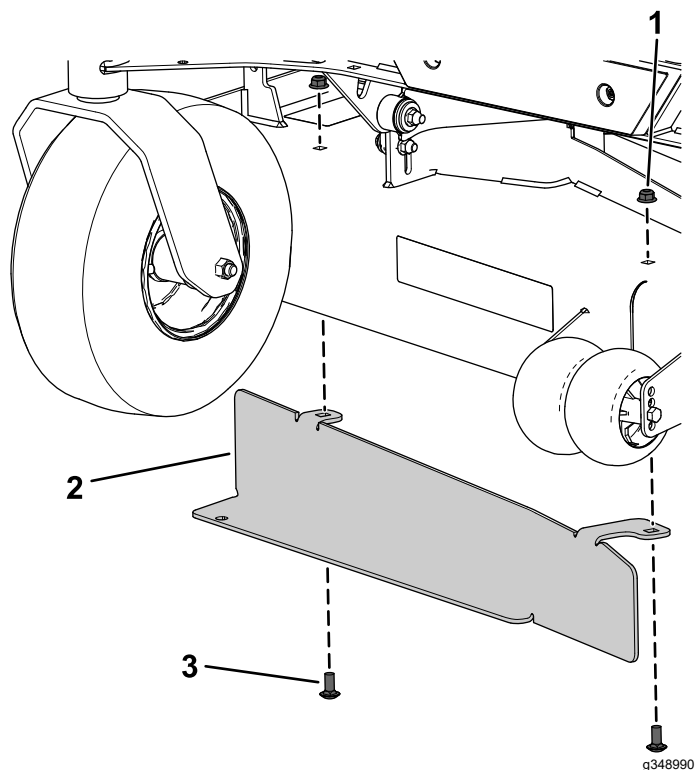
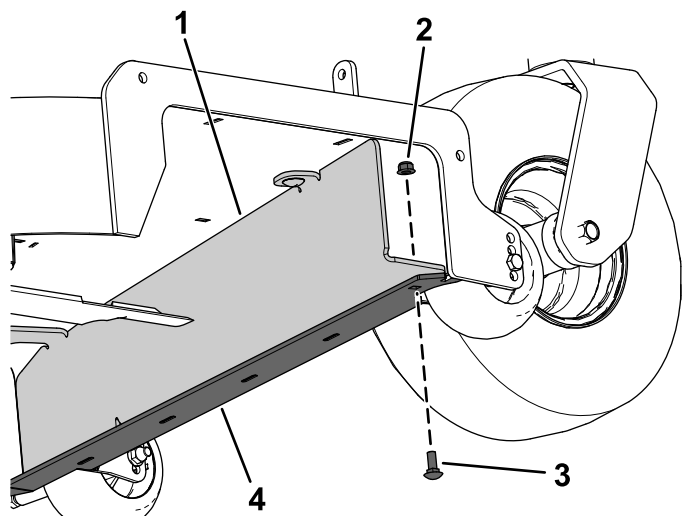

Figura 4
Figura 5
3. Instale o abafador do depósito de recolha na plataforma do cortador e amortecedor da plataforma utilizando dois parafusos de carroçaria ($\frac{3}{8}$ pol. x $\frac{7}{8}$ pol.), duas porcas de bloqueio ($\frac{3}{8}$ pol.), um parafuso de carroçaria ($\frac{5}{16}$ pol. x $\frac{7}{8}$ pol.) e uma porca de bloqueio ($\frac{5}{16}$ pol.) como se mostra na **Figura 4** e na **Figura 5**.